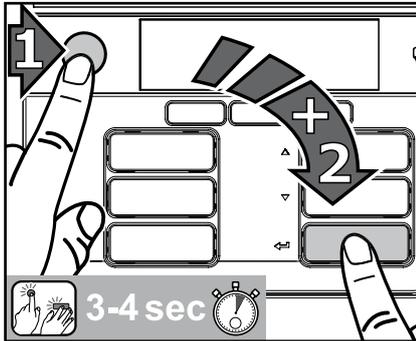

Fig. 42
1. Em primeiro lugar, prima a tecla STOP, depois, a tecla Enter e mantenha ambas as teclas premidas simultaneamente durante 3-4 segundos para ativar o modo de limpeza. (Fig. 42)